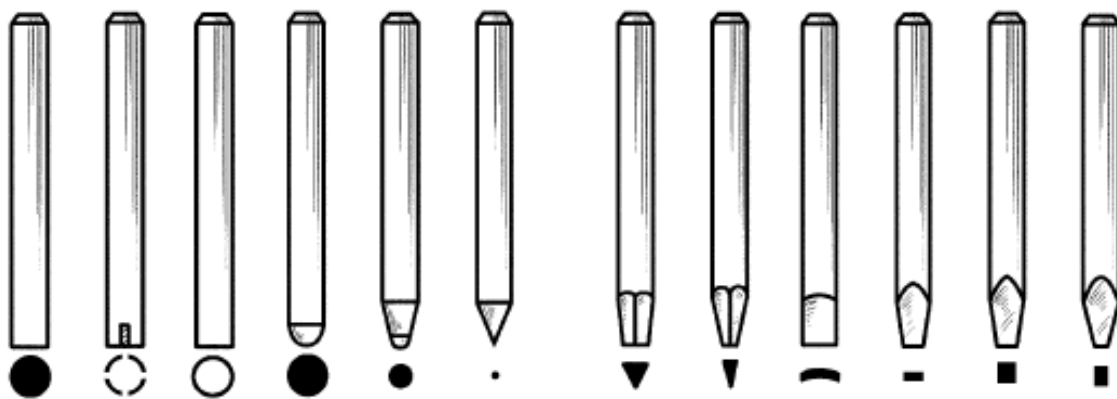

Рис. 22. Чеканы
11. Чеканы (рис. 22). Это своеобразный инструмент в виде металлических стержней разного диаметра, один из концов которого имеет насечки геометрических фигур и профилей. С его помощью можно не только отделать и уплотнить шероховатый фон, но и придать фактуру гладкой поверхности, набить рисунок.